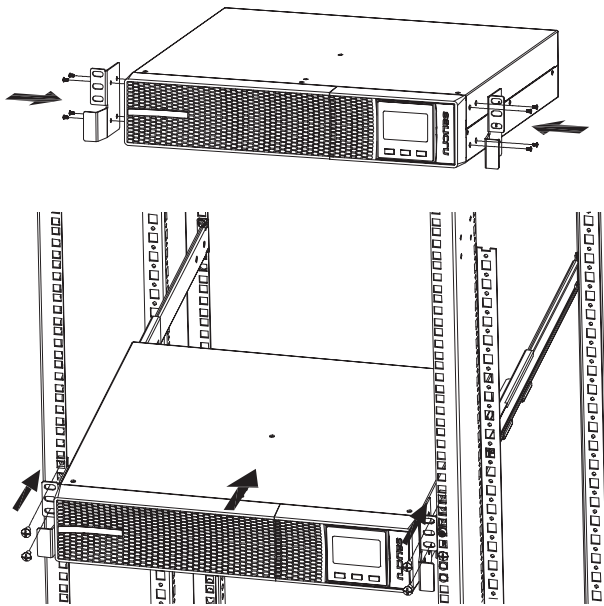

Abb. 8. Montage Typ Rack im 19"-Schrank.
- Um das Gerät in einem 19"-Rackschrank zu installieren, wie folgt vorgehen, (siehe Abb. 8):